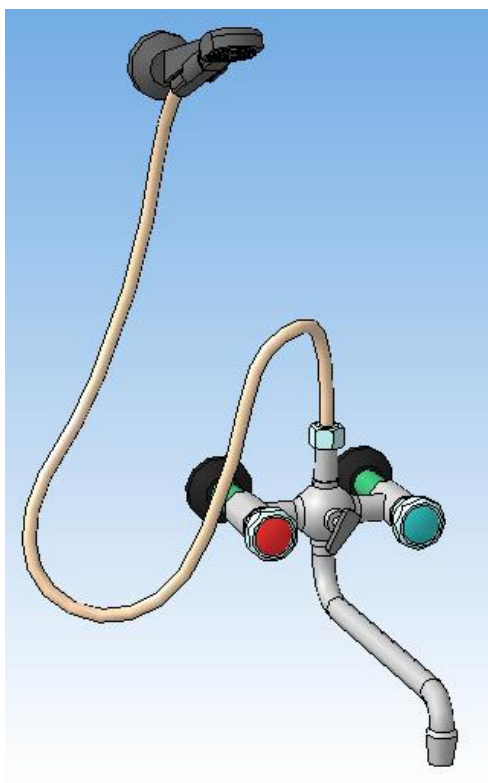

Рисунок 7 – Объект моделирования
7. «Душ для ванной комнаты» (Рисунок 7)